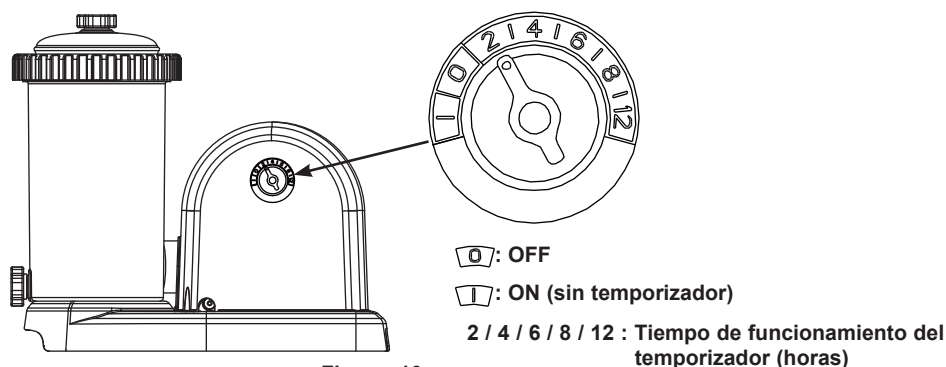

Figura. 10
4. Con el agua fluyendo hacia la unidad, la presión del agua permitirá que se libere el aire que queda dentro de las válvula de liberación de aire (2). Cuando todo el aire se haya liberado el agua fluirá a través de las válvula (2). Cuando esta ocurra, apriete suavemente las válvula con la mano en el sentido de las manecillas del reloj.
- A. Enchufe el cable en la toma de corriente eléctrica y configure el botón del temporizador al número deseado de horas de funcionamiento. **Vea Figura. 10.** Vea la sección "Tabla Tiempo de funcionamiento" para las horas de funcionamiento necesarios relacionados con cada tamaño de la piscina.